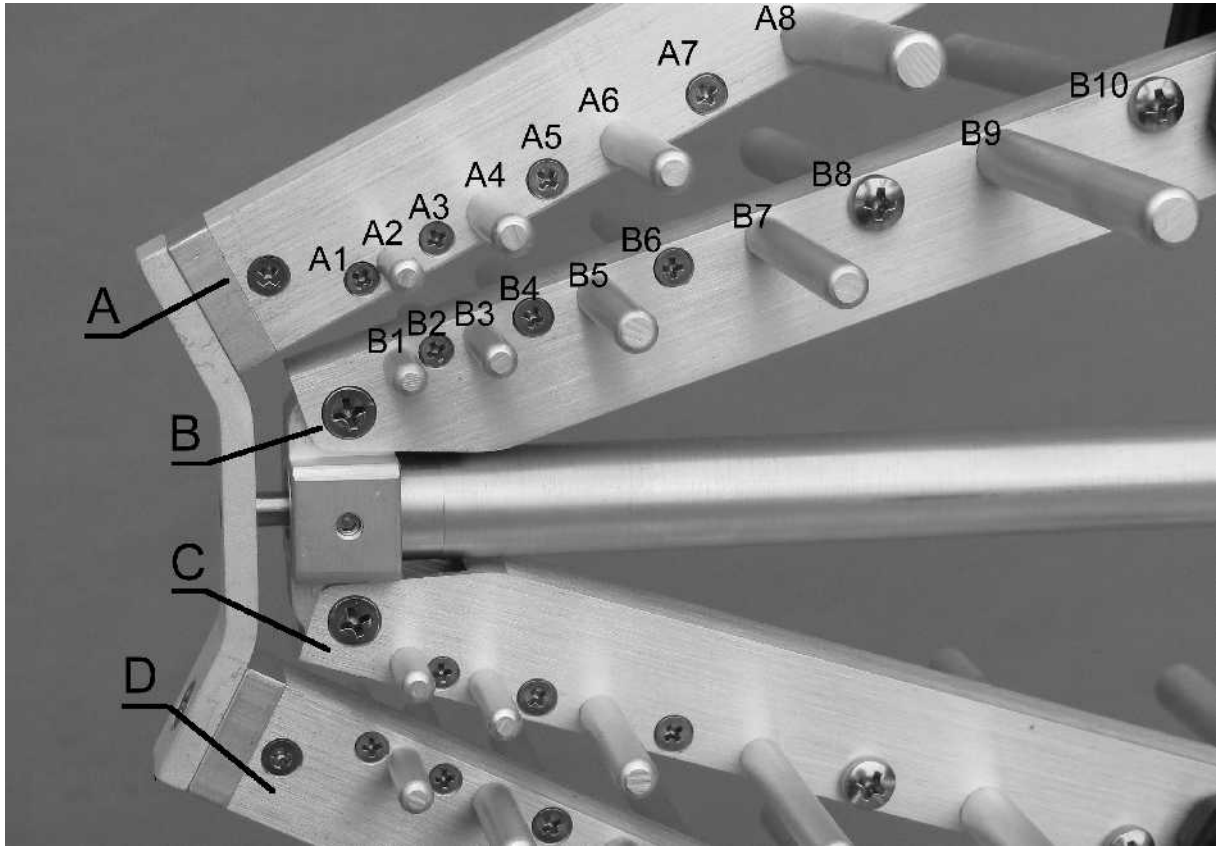
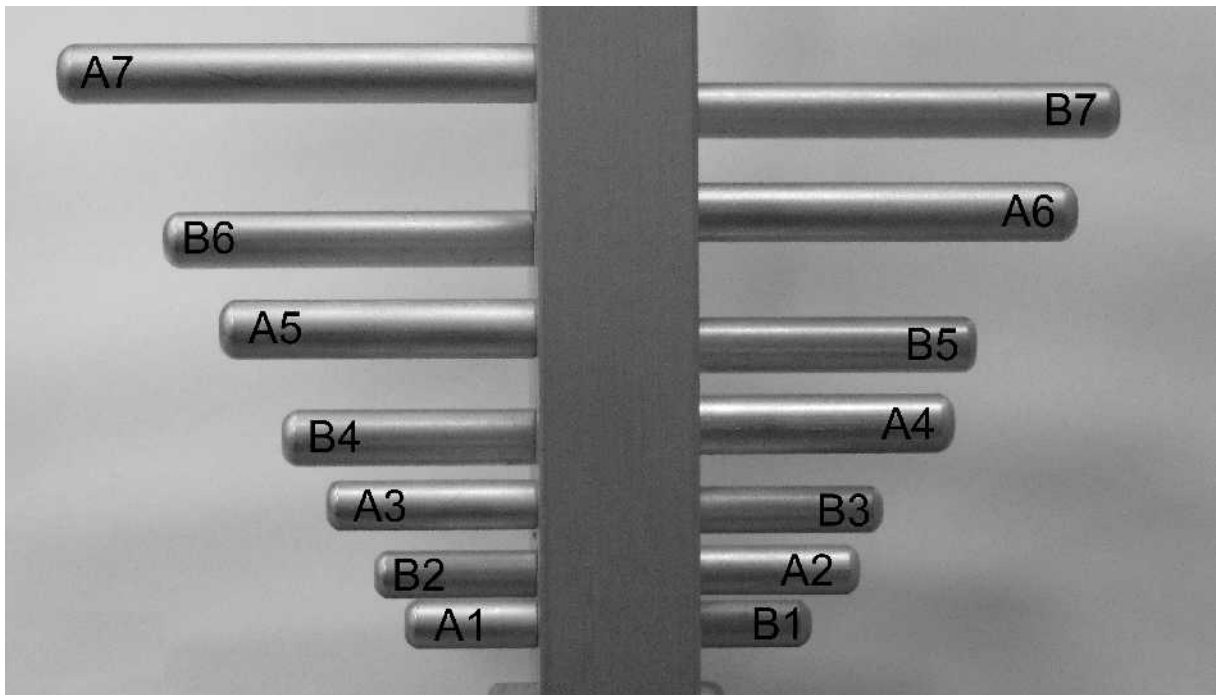

Fig. 3
Fig. 4
2.) Gegenüber liegende Elemente auf **A** und **B** (**C** und **D**) haben die gleiche Länge (**A1=B1**, **A2=B2...**), siehe Fig.3 und Fig.4.
3.) Elemente mit zunehmender Länge sind auf jeder Speiseleitung **A** bis **D** abwechselnd rechts / links installiert, siehe Fig.3 und Fig.4.
*2.) Oppositely mounted elements on **A** and **B** (**C** and **D**) have the same length (**A1=B1**, **A2=B2...**), see Fig.3 und Fig.4.*
*3.) Looking along **A** the element length rises from element to element in alternating direction. (Analog for **B**, **C** and **D**), see Fig.3 and Fig.4.*